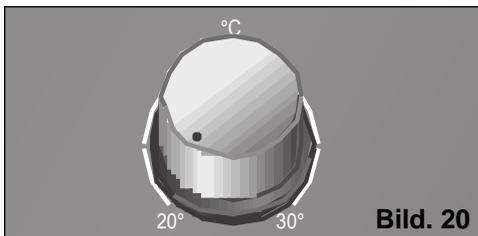

Bild. 20
- Ställ in termostaten på läge för lägsta temperatur, **Bild 20**.